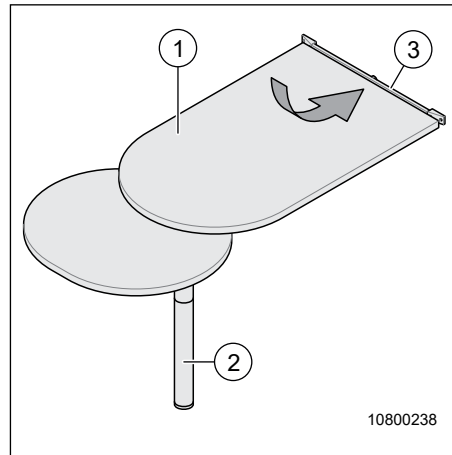

Fig. 19 Table amovible
1. Soulever le dessus de table (Fig. 19, pos. 1).
Attention : La partie inférieure du piètement (Fig. 19, pos. 2) est seulement emboîtée et peut tomber en dehors.
2. Enlever la partie inférieure du piètement (Fig. 19, pos. 2).
3. Saisir le dessus de table (Fig. 19, pos. 1) avec les deux mains et l'enlever hors du rail (Fig. 19, pos. 3).
Attention : Le dessus de table (Fig. 19, pos. 1) est seulement accroché et risque de tomber en le soulevant trop haut.
1. Soulever légèrement la table (Fig. 19, pos. 1) pour débloquer le verrouillage cranté.
2. Pivoter la table soulevée (Fig. 19, pos. 1) sur la position souhaitée.
3. Déposer à nouveau la table (Fig. 19, pos. 1) et vérifier si le crantage a encliqueté.
4. Soulever légèrement la table (Fig. 19, pos. 1) avec une main.
5. Enlever la partie inférieure du piètement (Fig. 19, pos. 2) et le ranger de manière fiable.
6. Saisir la table (Fig. 19, pos. 1) avec les deux mains, la soulever et l'enlever du rail mural supérieur.
7. Accrocher et déposer de nouveau la table en position légèrement inclinée (Fig. 19, pos. 1) dans le rail mural inférieur.